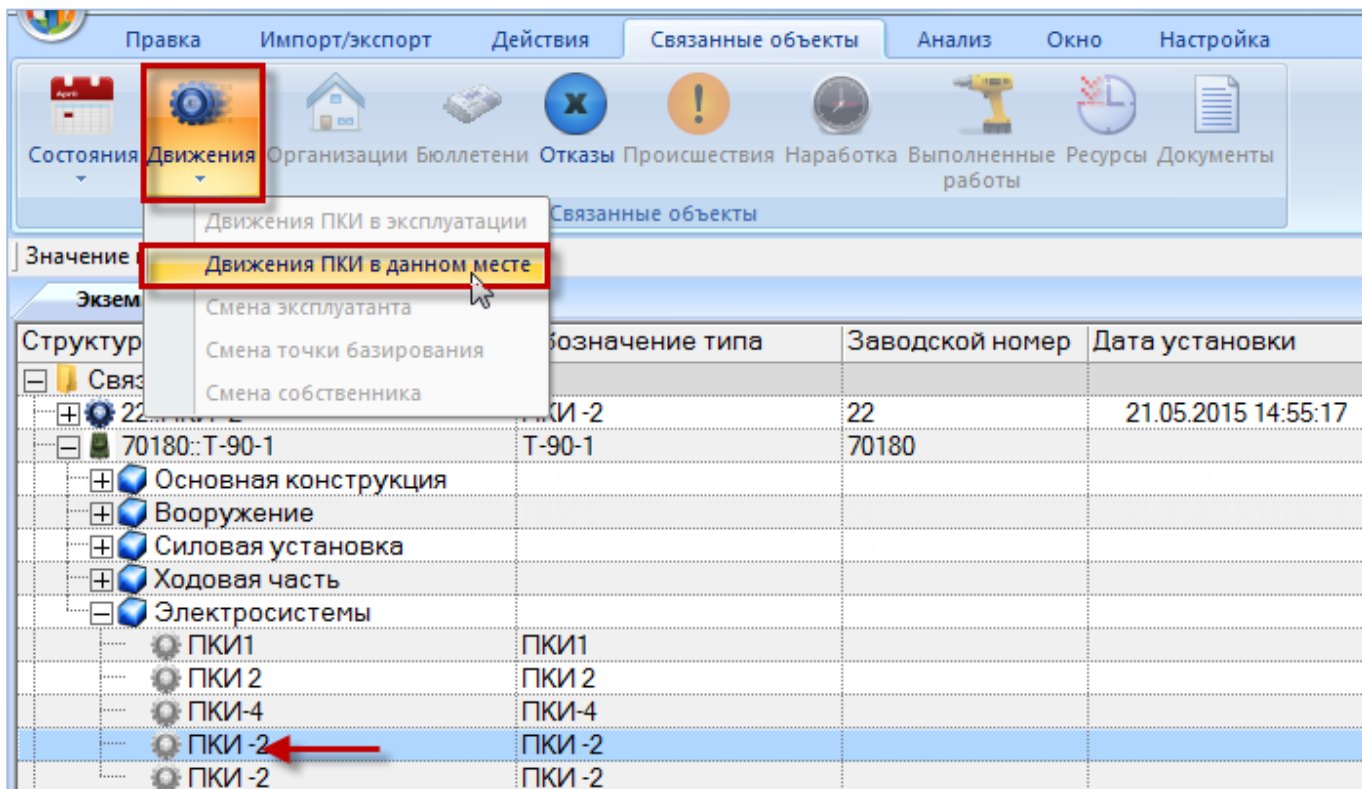

Рис. 23-12 – Открытие окна движений ПКИ в данном месте
- 3) Нажать кнопку «Движения» панели «Связанные объекты» и из раскрывшегося списка выбрать пункт «Движения ПКИ в данном месте» (рис. 23-12).